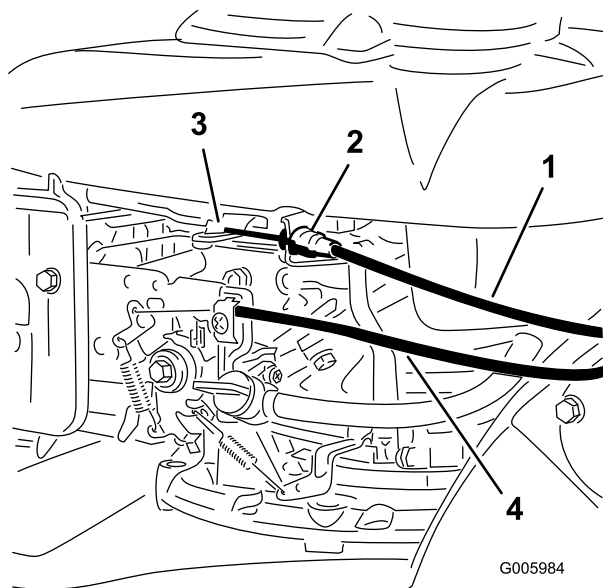
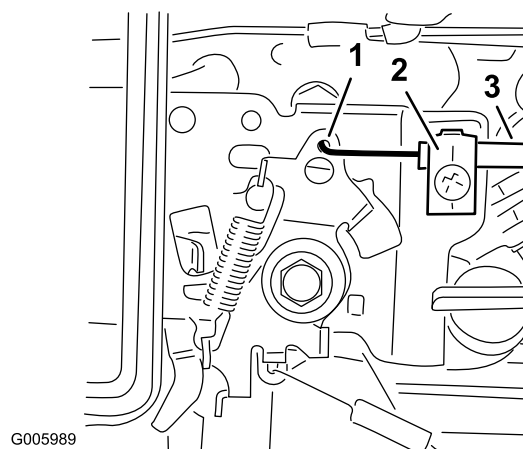

Figure 6
Figure 8
3. Faites passer le câble de frein de lame à l'extérieur du guidon et en attachez l'extrémité (Figure 6).
6. Faites passer le câble d'accélérateur à l'extérieur du guidon, insérez la gaine du câble dans le serre-câble et attachez l'extrémité du câble à la manette d'accélérateur sur le moteur (Figure 6 et Figure 8).